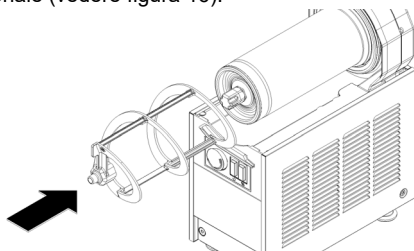

figura 16
**6** Calzare la spirale esterna sull'evaporatore accoppiandone l'estremità anteriore al giunto esagonale entrambi con medesima sagoma esagonale (vedere figura 16).